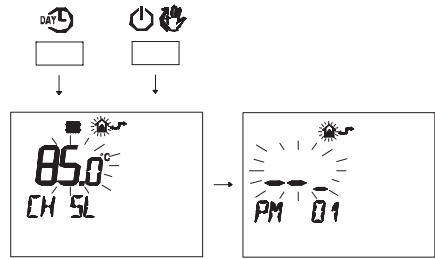

Figura 5.66
- Premere contemporaneamente i pulsanti  e  per entrare nella programmazione trasparente (Figura 5.66).